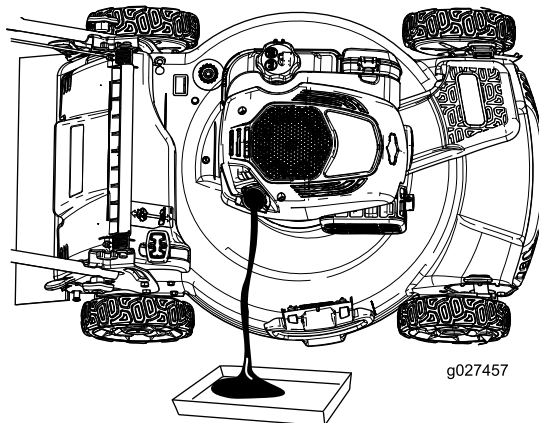

Figura 33
7. Coloque la máquina de lado con la varilla de aceite hacia abajo para drenar el aceite usado a través del tubo de llenado al recipiente (Figura 33).